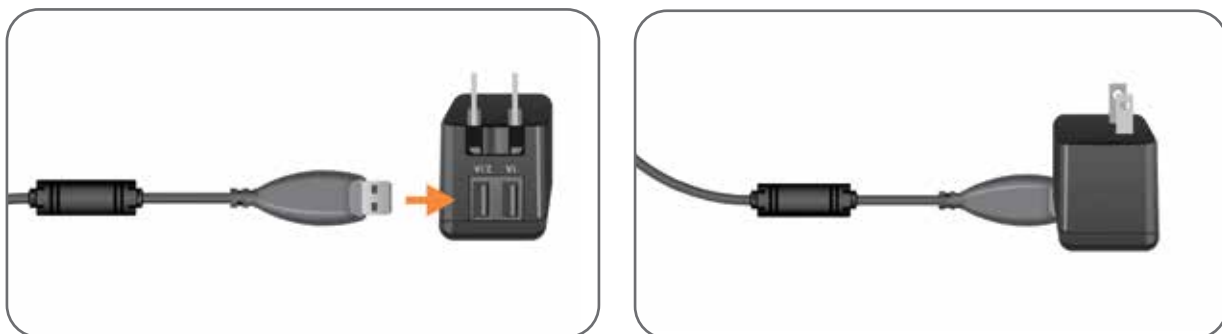

Bild 4-6: Sätta i USB-laddningskabeln i nätadaptern
2. Sätt in USB-änden på den magnetiska laddningskabeln i någon av de två USB-portarna på nätadaptern. Se bild 4-6.